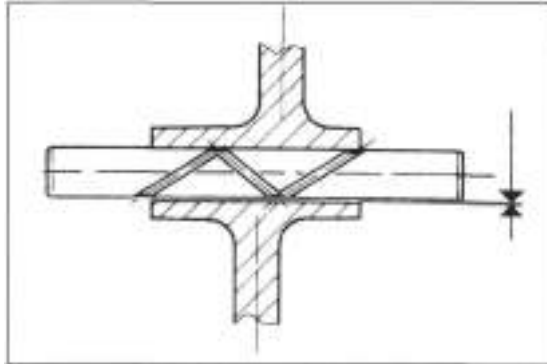

Bild 147
- Mit Bügelmessschraube Durchmesser der Kipphebelwellen und mit Innentaster Durchmesser der Kipphebel messen. Spiel (Kipphebeldurchmesser abzüglich Achsendurchmesser, Bild 147) soll 0,03 - 0,06 mm betragen, die Verschleissgrenze 0,08 mm.